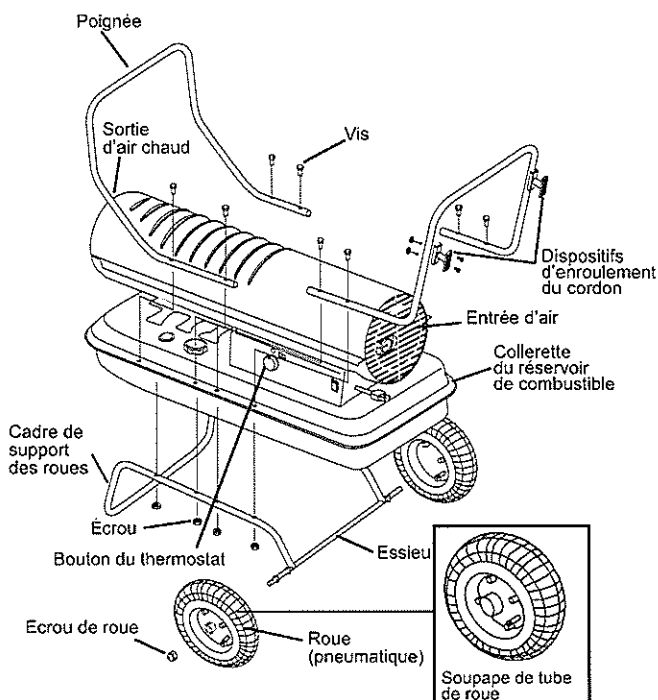
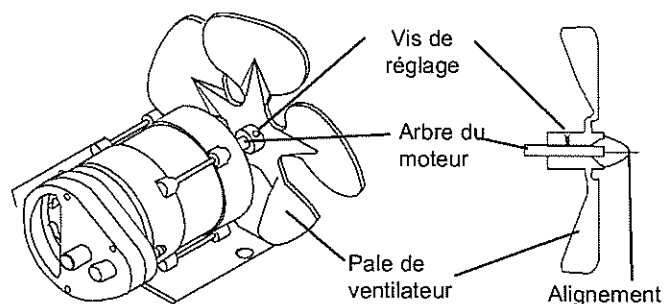

Figure 7. Assemblage des modèles TCA 35 / 50 / 60
Figure 14. Remplacement du ventilateur
1. Faire glisser l'essieu à travers les trous du cadre de support de roue. Insérer les bagues et la rondelle plate (A) pour les roues à l'extrémité de chaque essieu.
2. Insérer les roues sur chaque essieu, en s'assurant de placer la tige du clapet (si pneumatique) vers l'extérieur (voir Figure 7.)
5. Aligner les trous de montage de la poignée avant sur les trous correspondant qui se trouvent sur la collerette du réservoir/cadre de roue. Insérer une vis (A) à travers chaque trou et fixer un écrou sans trop serrer. Répéter cette opération sur les 3 trous, puis serrer à fond les 4 vis et les écrous.
1. Aligner les trous du dispositif d'enroulement du cordon sur les trous correspondant de la poignée arrière. Insérer les vis (B) à travers chaque trou, fixer les écrous et serrer (voir Figure 7.)
Éliminer l'accumulation de poussière et de saletés avec un chiffon humide, en faisant attention de ne pas tordre les pales. S'assurer que les pales de ventilateur sont sèches avant de redémarrer le radiateur (Figure 7). Pour enlever le ventilateur, voir la Figure 14.